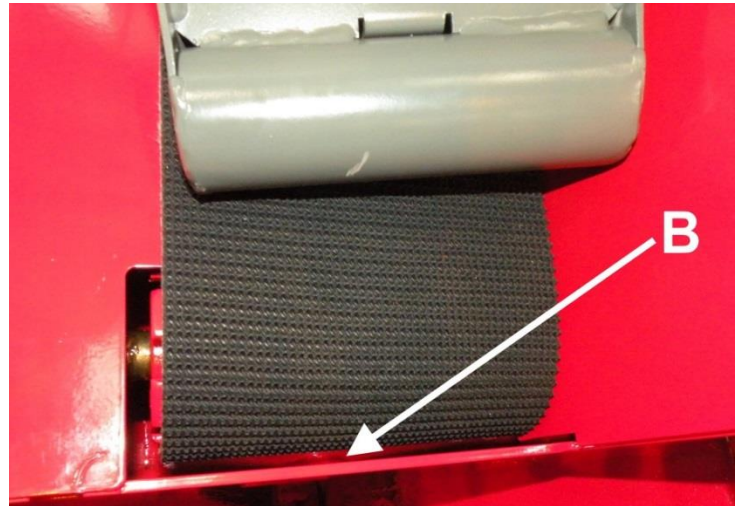
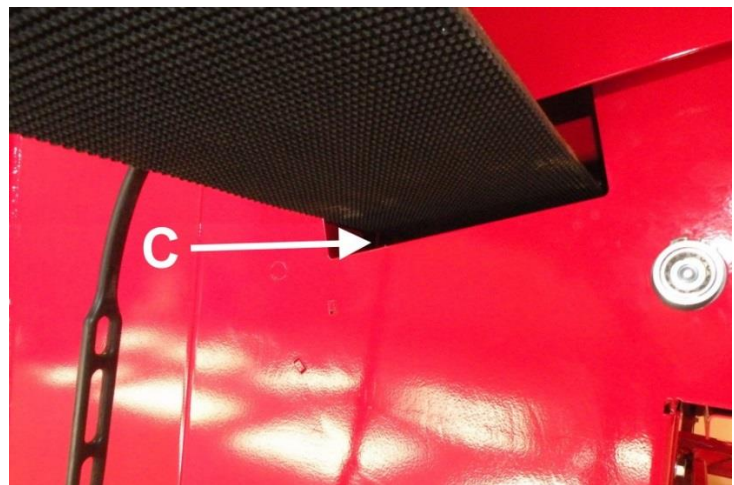

Bild 27
Bild 28
- Montera det nya bandet från inmatningstransportörens dragrulle genom hålet B (Bild 27) tills du kan dra det från andra hållet C (Bild 28). Obs. Avlägsna vid behov inmatningstransportörens skydd enligt anvisningarna i kapitel 4.5.